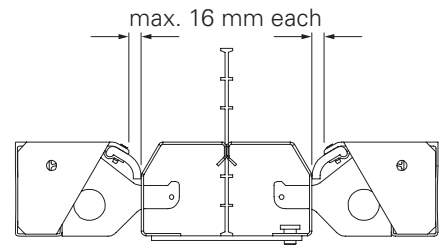

Fig. D9.07
- 1x Stop. Panel TRIO MTF (**102**) (Fig. D9.07)